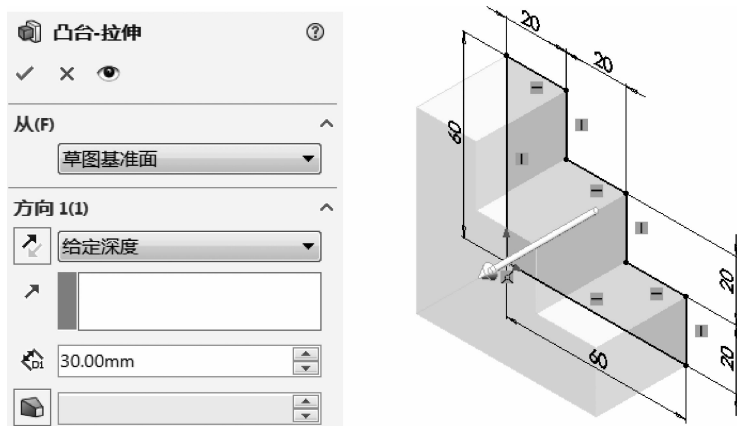

图 1-28 设定深度为“30mm”
(5) 选用特征。调出【特征】工具栏,单击【拉伸凸台/基体】按钮,出现【凸台-拉伸】属性管理器,在【方向 1(1)】下拉列表框中选择【给定深度】,在【深度】文本框中输入“30mm”,单击【确定】按钮,如图 1-28 所示。